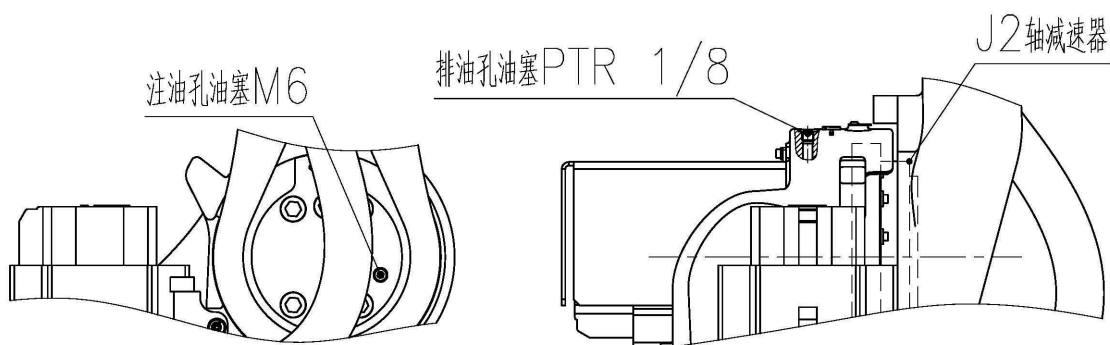

图 19 J2 轴减速机局部结构
(1) 油脂补充步骤（参考图 19）
- ④ 安装排油孔油塞前，低速运转 J2 轴几分钟，使多余的油脂从排油孔排出；
- ⑤ 用布擦净从排油孔排出的多余的油脂，在排油孔安装油塞。油塞的螺纹处要缠生胶带并用扳手拧紧。
(2) 油脂更换步骤（参考图 19）